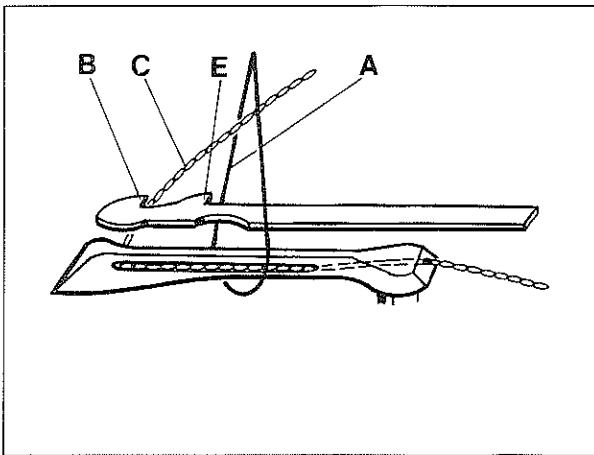

Fig. 44A
7. Continue to push and watch to see if the lower knife cutting edges (B, Fig. 44A) catch the looper threads (C) and if lower knife cutting edges (E) are left of the needle thread loops (A).
7. Drücken Sie weiter und beobachten Sie ob die Untermesserschneiden (B, Fig. 44A) die Greiferfäden (C) einfangen und ob die Untermesserschneiden (E) links der Nadelfadenschlingen (A) sind.